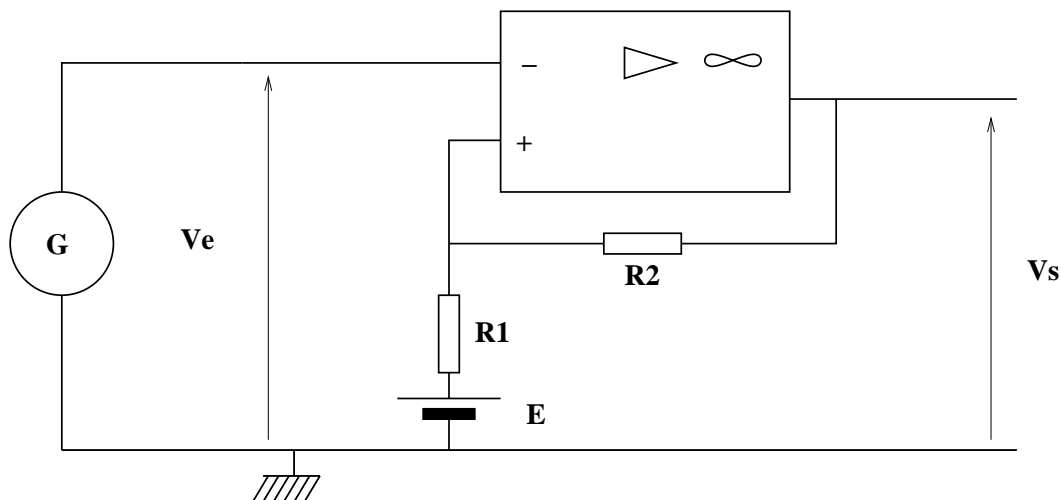
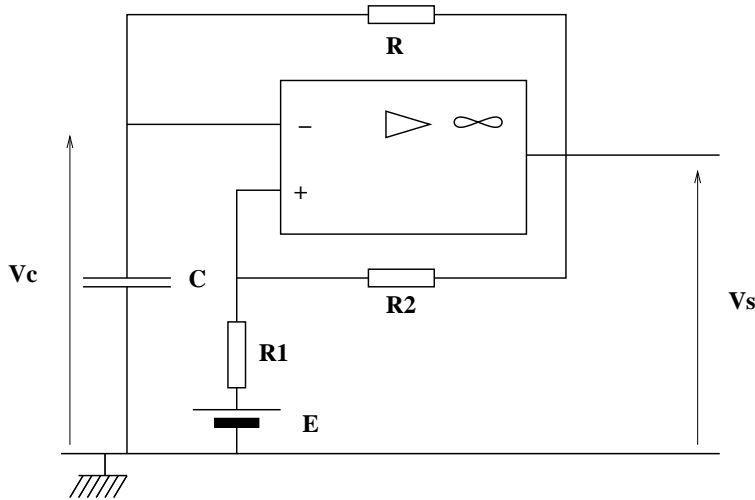

FIG. 4.1 – Montage à amplificateur opérationnel en régime non-linéaire, alimenté par le générateur G .
FIG. 4.2 – Générateur autonome
On considère le schéma de la figure 4.1.
- Réaliser le montage de la figure 4.1. On prendra $R_1 = 10 \text{ k}\Omega$, $R_2 = 27 \text{ k}\Omega$, et la source de 5 V de la maquette pour E . Relever la caractéristique $V_s = f(V_e)$ en se servant d'abord de l'alimentation stabilisée pour faire varier
On rappelle quelques données théoriques pour le montage de la figure 4.2 : soient t_1 et t_2 les durées pendant lesquelles le signal est respectivement positif et négatif, V_1 et V_2 les seuils de basculement respectivement bas et haut ($V_1 > V_2$), on a alors :
- Modifier le montage de la figure 4.1 pour obtenir le circuit de la figure 4.2. On prendra les mêmes valeurs que précédemment, et $R = R_1$, $C = 1\mu\text{F}$.